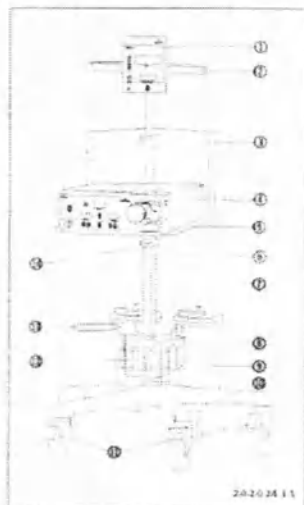

Рис. 3-1 Состав системы
См. рис.3-1
Проденьте кабель компенсации потенциала снизу через отверстие в несущем столике (рис.3-1 (3)) и подключите его к разъему на задней панели блока насоса.
Установите держатели контейнеров (13) в гнезда (12) блока взвешивания как показано на рис.3-1 и установите нужные контейнеры в держатели.
Подвесьте до 4 мешков на крюки держателя (рис.3-1 (2)).